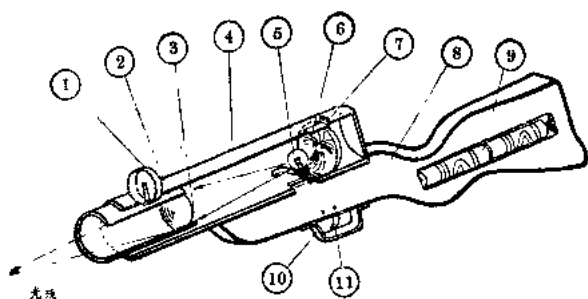

图 6-3
先从图 6-3 看看光电步枪的构造：图中①是瞄准用的准星。②是聚光透镜（放大镜），它是装在一个圆的小铁皮筒③中的。这个铁皮筒（内筒）又套在作为步枪枪身的外筒④中，这个外筒也是用薄铁皮卷好后焊成的。外筒里面装有小灯泡⑤，这个小灯泡连同一块弯角形的铁皮焊在外筒里。在小灯泡的后面有反光镜⑥，它的主要作用是把小灯泡的光线反